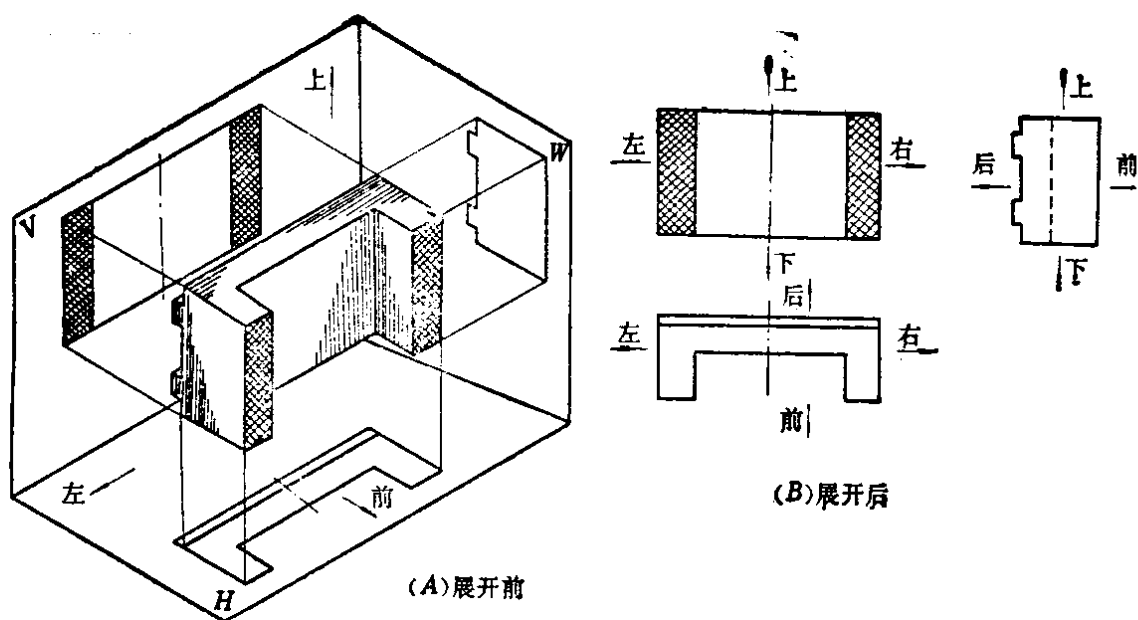

图 1-4 视图和实物的方位对应关系
(1) 三视图的投影关系是:
(2) 三视图所反映的方位是(见图1-4(B)): 主视图反映实物的上下和左右关系; 俯视图反映实物的左右和前后关系,除左右和主视图一致外,下边是前面,上边是后面; 左视图反映实物的上下和前后关系,除上下和主视图一致外,右边是前面,左边是后面。总之,在俯视、左视图上,远离主视图的那一边,都是表示实物的前面。